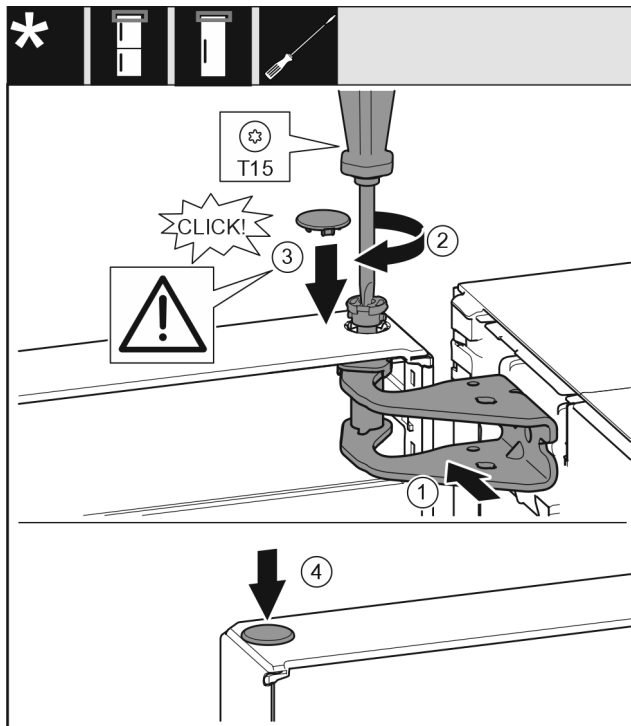

Fig. 56
- ▶ Выровняйте дверь сверху по отверстию в опорном кронштейне Fig. 56 (1).
- ▶ Вставьте палец Fig. 56 (2) и затяните отверткой.
- ▶ Установите крышку Fig. 56 (3).
- ▶ Проследите за тем, чтобы крышка Fig. 56 (3) прилегала к дверям.
- ▶ Установите крышку Fig. 56 (4).